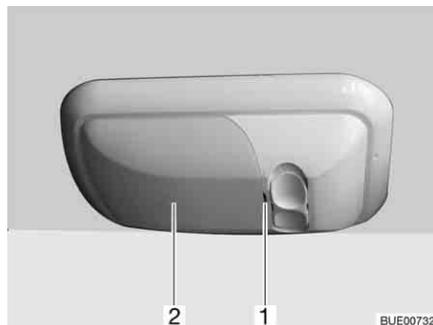

Fig. 225 Luz de la cocina
- Sacar la tapa (Fig. 225,2) con cuidado, haciendo palanca en la muesca (Fig. 225,1) con una herramienta apropiada (p. ej. destornillador) y retirarla.